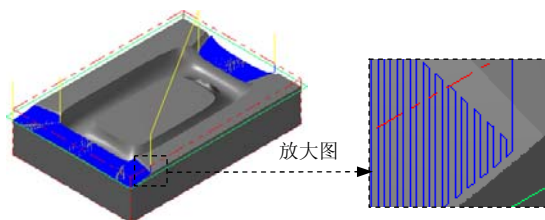

图 23.25 刀具路径
(1) 设置曲面参数。在“曲面精加工平行铣削”对话框中单击 **曲面参数** 选项卡，然后在 **进给下刀位置** 文本框中输入 0，在 **加工面预留量** 文本框中输入 0。
(2) 设置精加工平行铣削参数。在“曲面精加工平行铣削”对话框中单击 **精加工平行铣削参数** 选项卡，然后在 **大切削间距 (M)** 文本框中输入值 0.25，在 **加工角度** 文本框中输入 135.0。
(3) 单击 **间隙设置 (G)...** 按钮，系统弹出“刀具路径的间隙设置”对话框；在 **位移小于允许间隙时，不提刀** 区域的下拉列表中选择 **沿着曲面 (s)** 选项，选中 **切削顺序最佳化** 复选框。单击  按钮，系统返回至“曲面精加工浅平面”对话框。
Step8. 单击“曲面精加工平行铣削”对话框中的  按钮，同时在图形区生成图 23.25 所示的刀具路径。